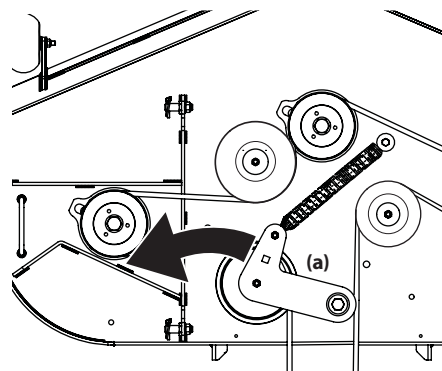
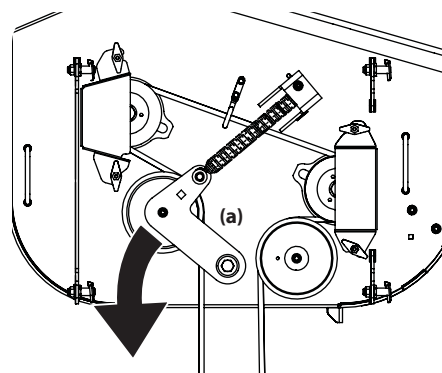

Figure 4-11
Figure 4-12
3. Insérez un bras de force de ½" dans le support de la poulie de tension (a) et tournez-le vers la droite de l'appareil. Faites glisser la courroie (b) hors de la poulie de la prise de force. Voir Figure 4-11 pour les modèles dotés d'un plateau de coupe de 36 pouces et Figure 4-12 pour les modèles dotés d'un plateau de coupe de 48 pouces et de 54 pouces.